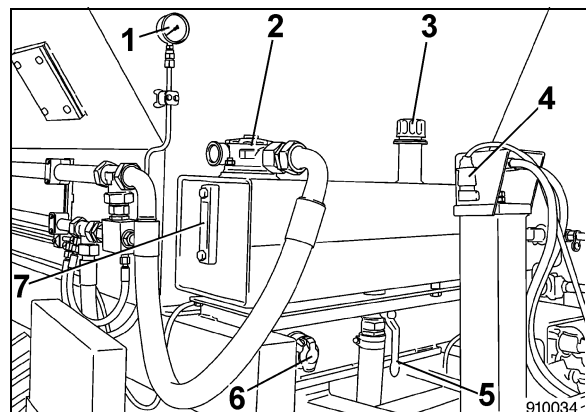

Bild 12
- Elektrische Verbindung 4 (Bild 12) zum Zugfahrzeug herstellen.